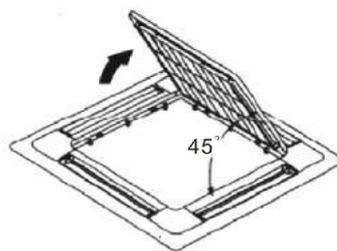

Figura 2
- 2) Levante la rejilla a unos 45° y quítela del panel decorativo. (Consulte la Figura 2)